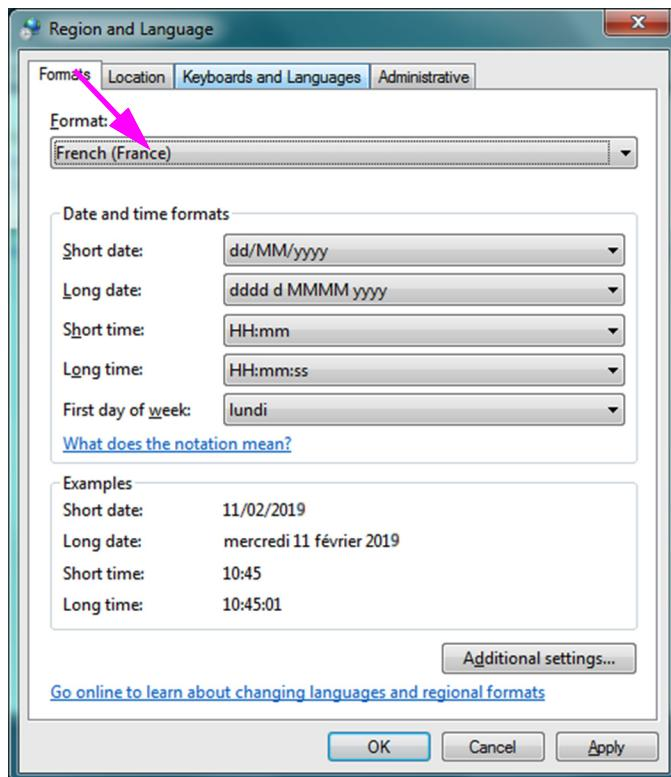

Figure C-5. Écran Region and Language (Région et langue) – Nouvelle langue affichée
7. Après avoir sélectionné la nouvelle langue, le menu déroulant se ferme et la langue nouvellement sélectionnée apparaît alors dans le menu déroulant Format. Dans l'exemple montré, **French (Français)** est sélectionné. L'écran Region and Language (Région et langue) affiche désormais French (Français) dans le menu déroulant Format (voir la Figure C-5).